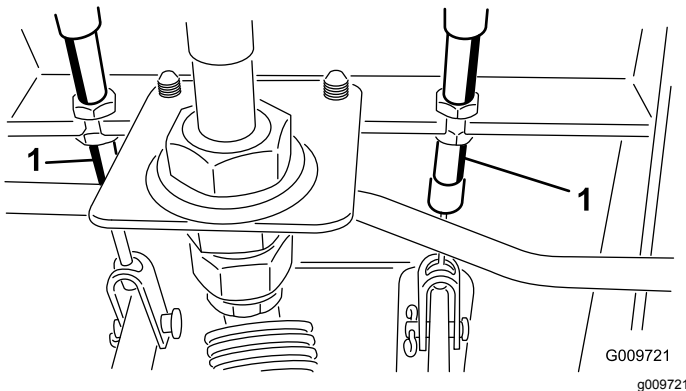

Bild 73
- A. Lockern Sie die vordere Mutter an der Gewindeseite des Bremszuges (Bild 73).